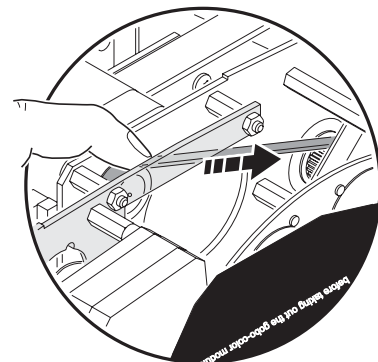

Figura 18: Retracción de la rueda de animación de gobos
6. Rotar de nuevo la cabeza hacia arriba. Con el fin de evitar que se doble la rueda de animación al extraer el módulo, mover la rueda hacia el centro del módulo insertando un dedo y rotando la polea de posicionamiento hacia la parte superior del módulo tal y como se muestra en la Figura 18.